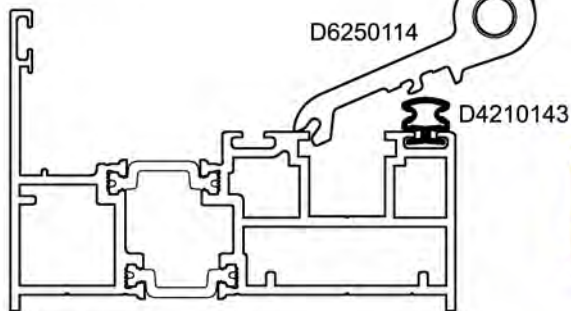

Figura 1
- 1 - Posizionare la cerniera D6250114, la quale fungerà da "dima" per il primo taglio della guarnizione, come in Figura 1.